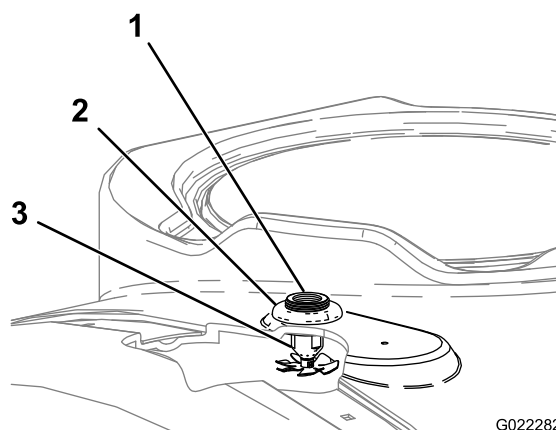

Figura 8
2. Instale um conjunto de bicos através dos furos perfurados (Figura 8).
3. Instale a porca flangeada de plástico sobre as roscas expostas no anteparo na parte superior do depósito (Figura 8).